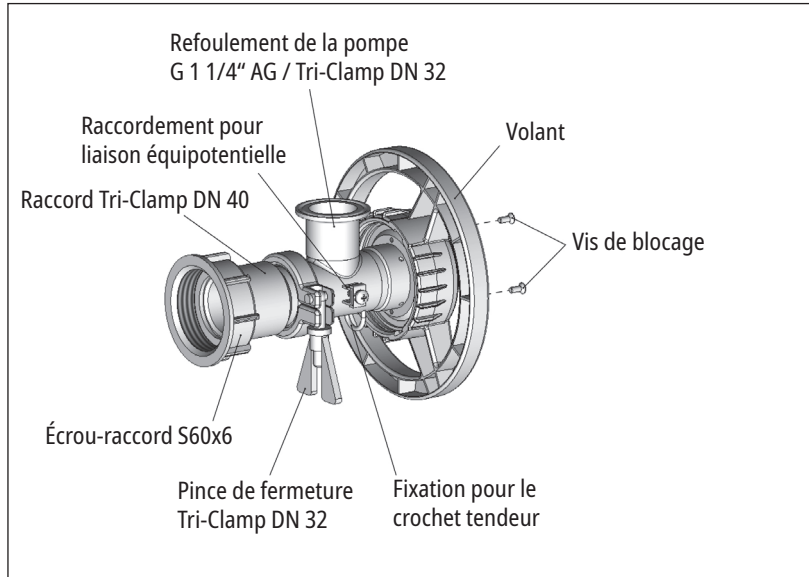

Fig. 1A
- ✓ Sur les pompes en acier inoxydable, les vis de blocage du corps de pompe sont serrées fermement (→ Fig. 1A)